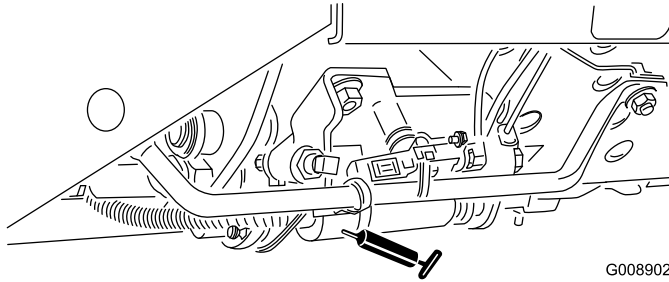

Figura 58
- Patilha Corte/Transporte (Figura 58)